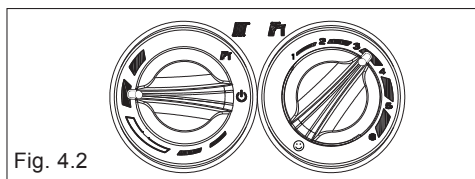

Fig. 4.2
**Inverno:** ruotando il selettore di funzione all'interno della zona divisa in segmenti (fig. 4.2) la caldaia fornisce acqua calda sanitaria e riscaldamento.